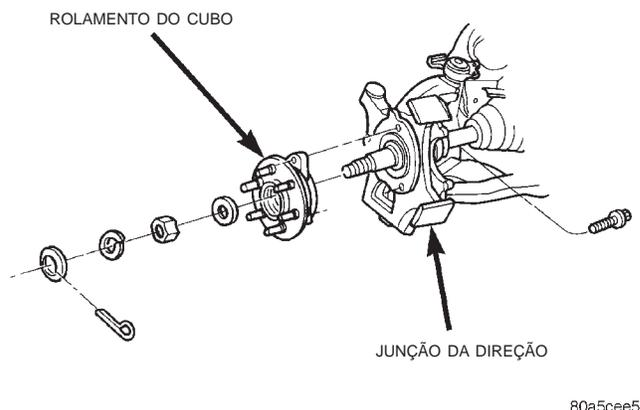

Fig. 18 Cubo/Rolamento
- (1) Levante e apóie o veículo.
- (2) Remova o conjunto de roda e pneu.
- (3) Remova a porca do eixo.
- (4) Remova o sensor de rotação da roda ABS, se assim equipado. Consulte o Grupo 5, "Freios".
- (5) Remova a pinça e o rotor do freio. Consulte o Grupo 5, "Freios".
- (6) Remova os parafusos de montagem do cubo/rolamento da junção da direção (Fig. 18).
- (7) Deslize o cubo/rolamento para fora da junção da direção e para fora do eixo.